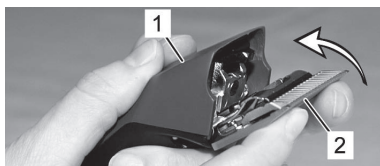

Fig. 15
6. Sätt klipphuvudet på svängarmen och vik den över den påslagna klippern med lätt tryck (Fig. 15, 16, 17).